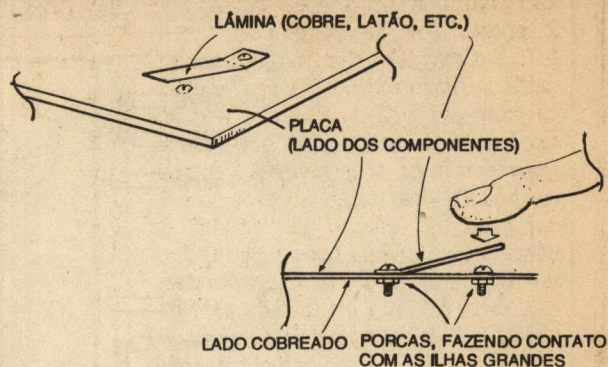

Fig. 5
- Material para a confecção das "teclas" (interruptores simples, momentâneos, Normalmente Abertos): 12 pequenas lâminas metálicas, flexíveis, de cobre, latão, ferro, aço, etc., com medidas aproximadas de 3,0 x 1,0 cm., serviro perfeitamente... Serão necessários também 24 parafusos/porcas, tamanho 3/32", para fixação e contato elétrico das lâminas/telcas (ver FIG. 5).